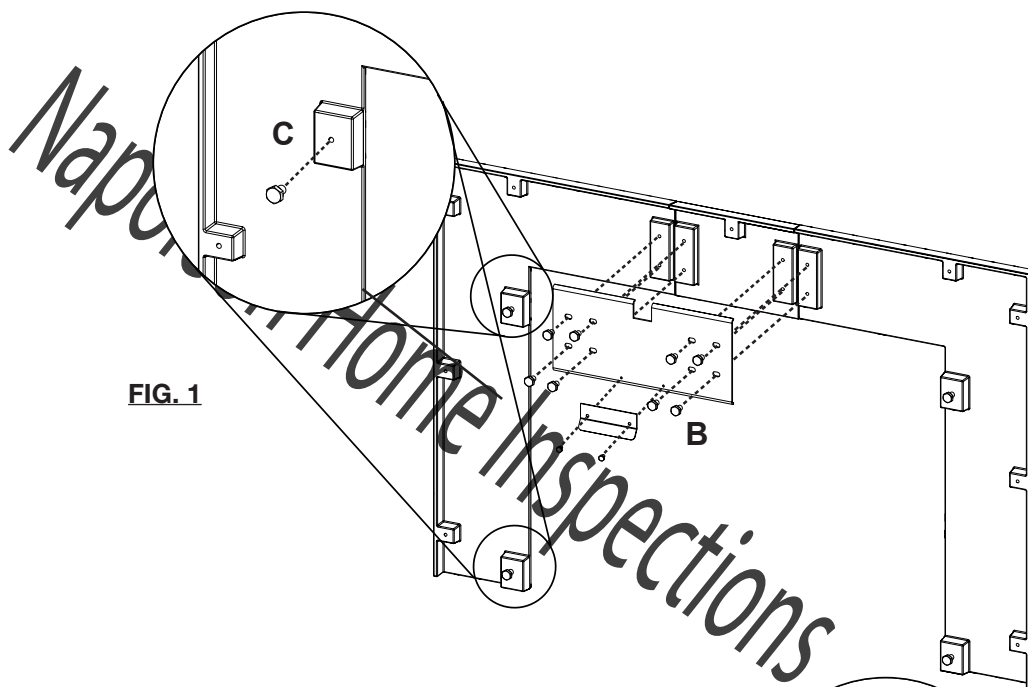

FIG. 1
- B. Aligner les trous du contour avec les trous dans les crochets et visser les crochets à sa place (FIG. 1, B).
- C. Visser les 4 vis, détachement, dans les trous (FIG. 1, C). Répétez sur l'autre côté.
- A. Aligner le de 3 trous sur le support du pare-étincelles avec les trous correspondants sur le côté droite de l'appareil. Visser à sa place utilisant les 1/4-20 vis à tête ronde (FIG. 1, A).
- B. Utiliser les 1/4-20 vis à tête ronde, enfiler la vis approximativement 1/2 de sa longueur dans le support à fentes (2 par côtés) (FIG. 1, B).